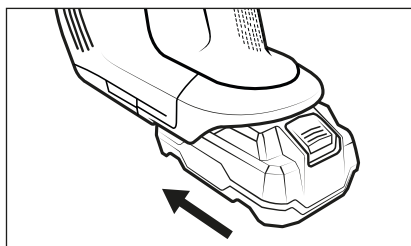

Fig. 3
- 3) Infilare una batteria della Serie X 20 V TEAM (vedere capitolo **Informazioni sulla batteria**) nell'apposita sede **1** finché non si innesta nell'apparecchio con un clic (vedere fig. 3).